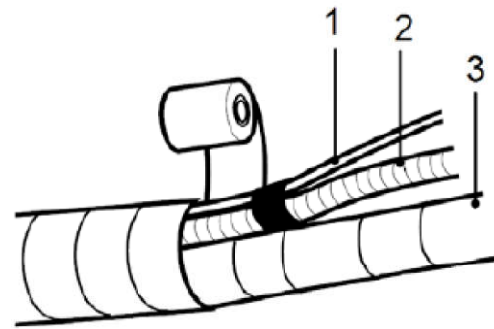

fig. 24 -
- Na het omwikkelen van de leidingen met beschermingsmateriaal sluit de elektrische aansluitkabel aan (1- "afb. 24 -"), de condensafvoerslang (2- "afb. 24 -") en de buizen (3- "afb. 24 -").